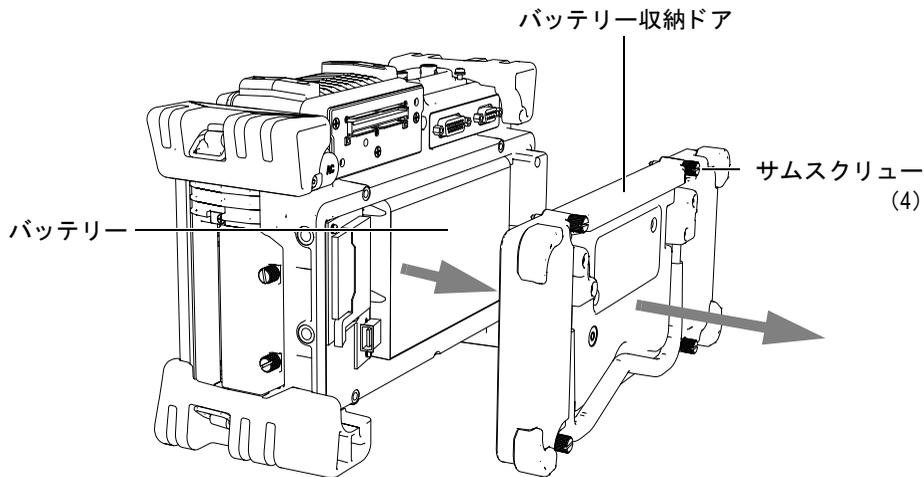

図 2-5 バッテリー収納部を開ける
バッテリーは、EPOCH 1000 シリーズの背面に収納されています（46 ページ図 2-5 参照）。
2. 探傷器の背面にあるバッテリー収納ドアの 4 つのサムスクリューを緩めます（46 ページ図 2-5 を参照）。
【**屈折角**】あるいは【**ゲイン**】ダイレクトアクセスキーを押して、それぞれ**屈折角**あるいは**ゲイン**パラメータを選択します。一旦選択すると、ボタンが黄色に表示されます（46 ページ図 2-5 参照）。調整ノブを回転するか【**上**】【**下**】矢印キーを押し、値を編集します。